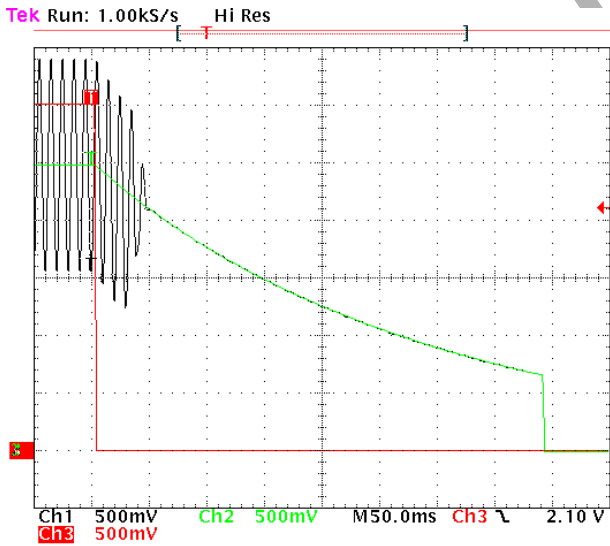

Figure 40. Turning-Off Time/ $V_p = 5.0\text{ V}$
– 385 ms後、バイパス電圧が指数的に放電してDC信号が0.7 Vに低下します。その後、Figure 40に示すようにグラウンドに接続されます。